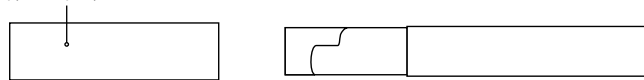
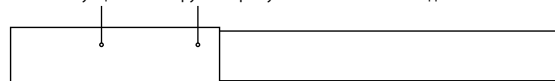

Рис. 16
Рис. 17
4.2.5. Надеть термоусаживаемую трубку CFM 19/6 длиной 80 мм поверх наружной оболочки кабеля (см. рис. 16). Термоусадить ее с помощью воздушного термопистолета горячим воздухом и сразу обжать свободный конец трубки плоскогубцами (см. рис. 17). Температура усадки 250 °С.